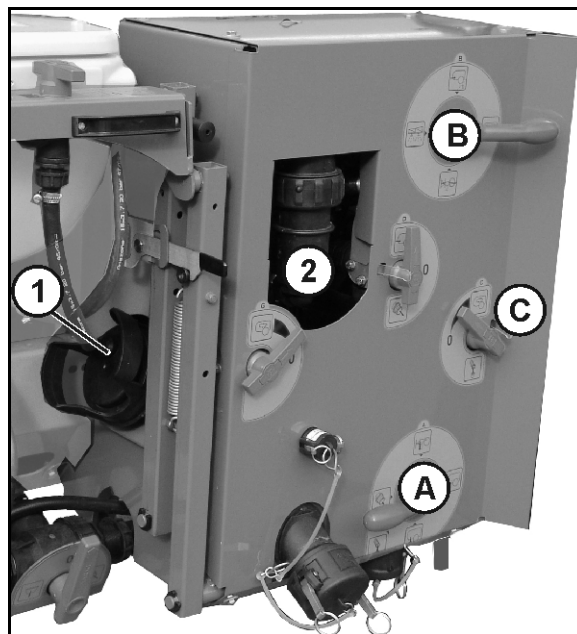

Fig. 140
- 5.2 Skru omrørerslangen (Fig. 140/4) (fra hane **C**) af sprøjtevæskebeholderen.
6. Skru tilløbsslangen (Fig. 140/1) af reguleringsventilen. Tilløbsslangen forbinder VARIO-skiftehanes tryksiden (Fig. 139/**B**) med sugearmaturet.
7. Skru tilbageløbsslangen (Fig. 140/2) til delbreddearmaturet af VARIO-skiftehanes sugesiden (Fig. 139/**A**).
9. Fjern slangen til indvendig rengøring (Fig. 140/3) fra VARIO-skiftehanes tryksiden (Fig. 139/**B**).
11. Fjern slangen til udvendig rengøring, også selv om der ikke er mulighed for udvendig rengøring (Fig. 140/5).